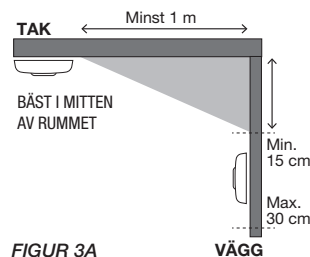

FIGUR 1. Enplans bostad
**Enplans bostad:** För att få ett minimiskydd, placera larmet i entréhallen mellan boendeytor (inklusive köket) och sovutrymmena. Placera den så nära boendeytorerna som möjligt och se till att larmet kan höras vid vistelse i sovrummen. Se figur 1 för exempel.